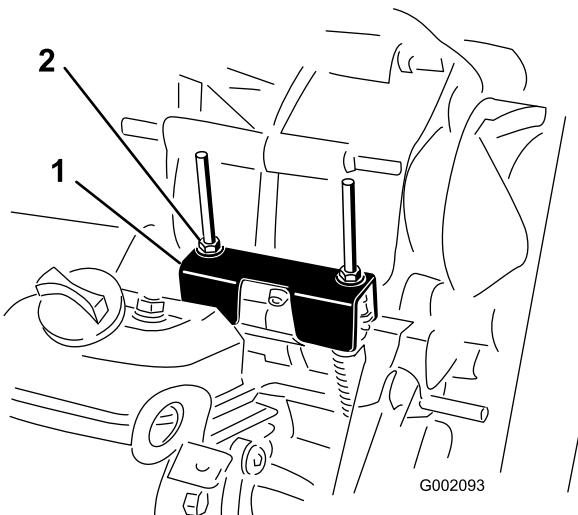

Figure 45
Lors des entretiens courants et/ou des diagnostics du moteur, vous devez placer la boîte-pont au POINT MORT (Figure 45). La position POINT MORT de l'inverseur de marche commande le point mort de la boîte-pont. Pour vérifier que le point mort de l'inverseur de marche actionne correctement le point mort de la boîte-pont, procédez comme suit :
2. Vérifiez que la patte de réglage du point mort est à la position POINT MORT (au même niveau que le support de fixation du câble situé sous la patte d'inversion de marche) en tournant l'embrayage d'entraînement (Figure 45).
3. Tournez un des contre-écrous (Figure 45) pour obtenir un espace de 0,76 à 1,52 mm (0,03 à 0,06 po) entre le bas de l'écrou/rondelle et la patte de réglage du point mort.